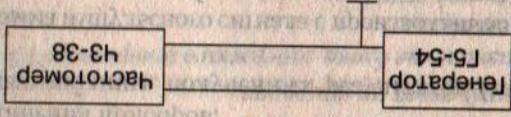

Рис. 2.22. Схема соединения приборов при измерении частоты повторения импульсов
• переключатель аттенюатора «Вход А» перевести в положение «1:10». Соединить приборы в соответствии со схемой, приведенной на рис. 2.22.